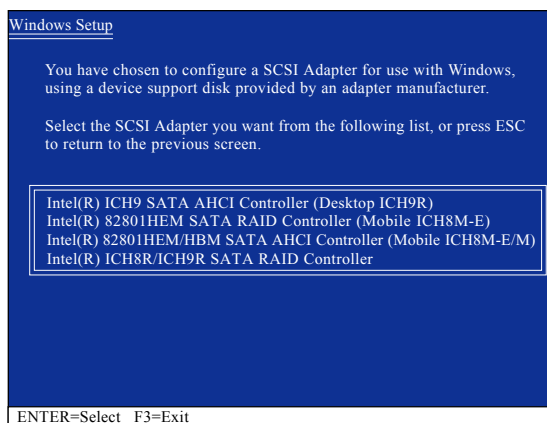

図 3
セットアップがフロッピーディスクの Intel ICH9R SATA RAID/AHCI ドライバを正しく識別したら、以下の図 3 のようなコントローラメニューが表示されます。矢印キーを使用して、表示されたアイテムを 1 つ選択し、<Enter> を押します。BIOS セットアップの SATA RAID/AHCI Mode アイテムを RAID モードに設定したら、Intel(R) ICH9 SATA RAID Controller (Desktop ICH9R) を選択します。(AHCI モードの場合、ICH9 SATA AHCI コントローラ/Desktop ICH9R) を選択します)。